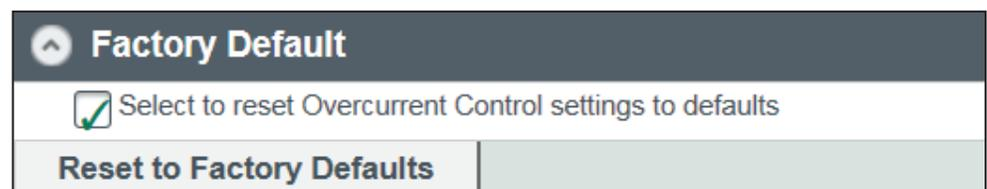

Figura 25. El menú de Restablecimiento Predeterminado de Fábrica.
PASO 2. Bajo el menú **Factory Default**, haga clic en el recuadro **Select to Reset Overcurrent Control settings to defaults** (Seleccionar para Restablecer los Ajustes del Control de Sobrecorriente a los predeterminados). Vea la Figura 25.